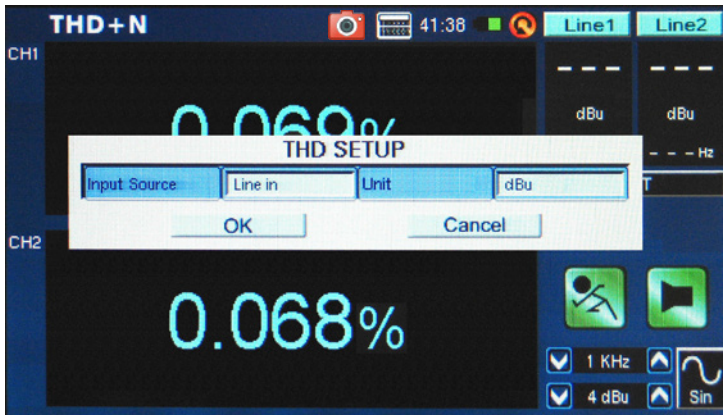

figure 44
2. 入力ソースを“Line in”にし、OKをタップします (図44)。